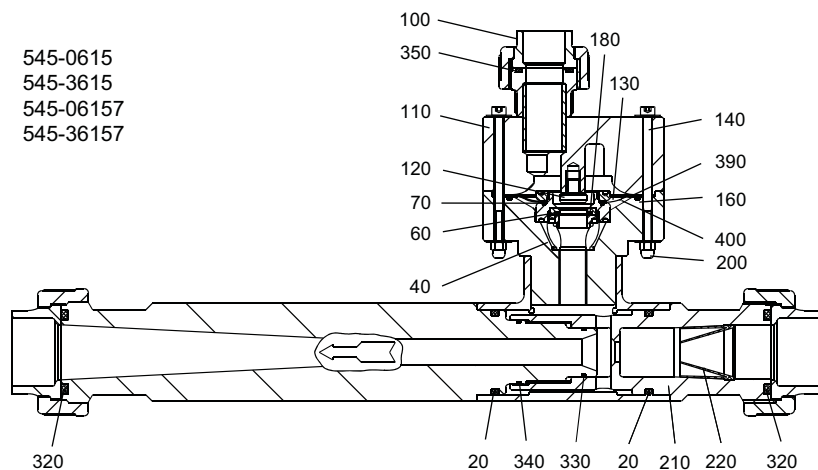

Fig. 5 Schéma de montage
1. Desserrer l'écrou union (pos. 100, fig. 5, 6) sur le raccord du gaz.
3. Dévisser la buse (pos. 210, fig. 5, 6). Laisser la pièce à turbulences (220) dans la buse.
2. Desserrer l'écrou union (pos. 100, fig. 5, 6).
5. Remplacer le piston (120) et le siège (60).
3. Desserrer l'écrou borgne (pos. 200, fig. 5, 6).
4. Retirer les vis cylindriques (140).
5. Retirer la pièce supérieure (90).
6. Dévisser le piston (120).
7. Visser un nouveau piston (manuellement), remplacer le joint torique (160) si nécessaire.
- Ne pas desserrer le ressort (40).
5. Retirer la pièce supérieure (110).